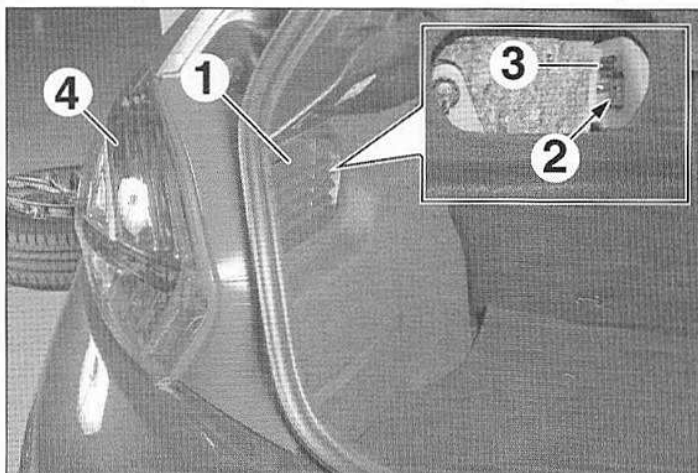

FIG.105
- Déposer la trappe (1) (Fig.105).
- Débrancher le connecteur (2).
- Déposer l'écrou (3).
- Déposer le feu arrière (4) en tirant dans l'axe.